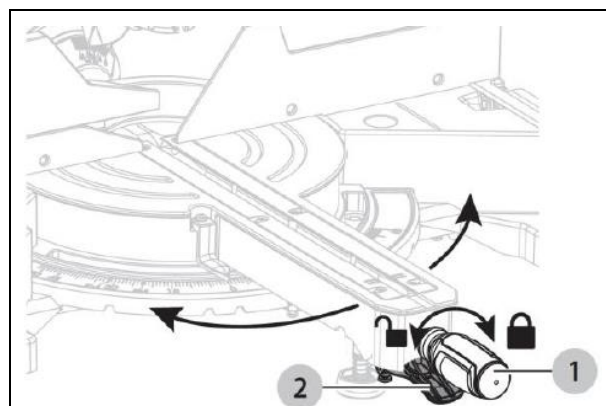

Рисунок 22a
Косой рез (Рис. 22a-22b):
- Ослабьте ручку фиксации угла поворота (1), повернув ее против часовой стрелки, и нажмите на рычаг ограничителя угла поворота (2).
- Отпустите рычаг ограничителя угла поворота и затяните ручку фиксации угла поворота после регулировки угла скоса. Рисунок 22a